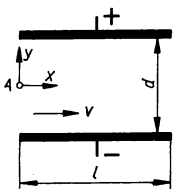

Bild 69
- 8.6** Das Plattenpaar in Bild 69 stellt ein Ablenssystem für einen Elektronenstrahl dar, der den Punkt A mit der Geschwindigkeit v in x -Richtung erreicht. Geben Sie an, in welcher Richtung der Strahl abgelenkt wird, und berechnen Sie die Spannung, bei deren Überschreiten der Strahl auf eine Platte auftrifft und damit gelöscht wird.
Mit den nach Bild 69 gegebenen Werten sowie mit Elektronenmasse m_e und -ladung e (\rightarrow FB 6.) ist